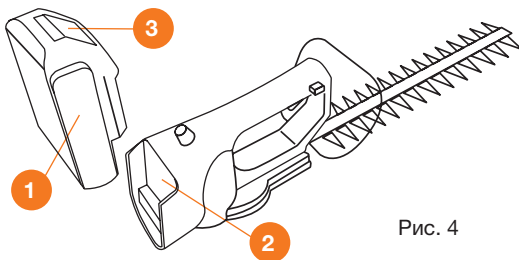

Рис. 4
1. Установите аккумуляторную батарею **1** в разъем рукоятки кустореза **2** до щелчка (Рис. 4).